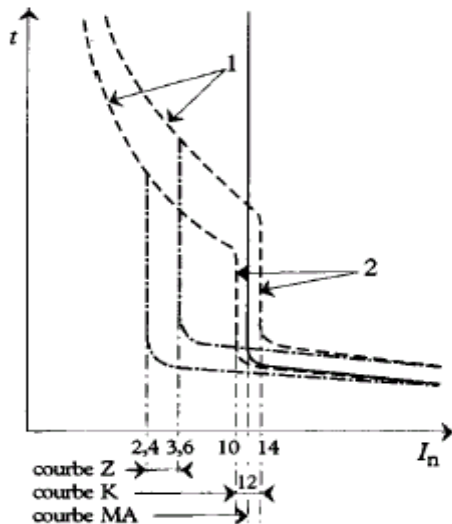

Figure 4
- ❖ **Courbe Z** (fig.4) Déclenchement entre 2,41 In et 3,61 In
- ❖ **Courbe K** (fig.4) Déclenchement entre 10 In et 14 In
- ❖ **Courbe MA** (fig.4) Déclenchement 12 In